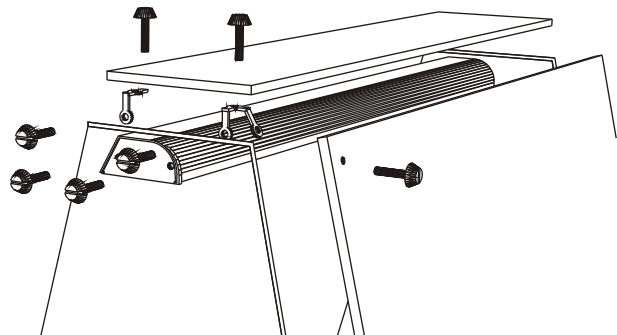

Fig.8
- 3.installer les raccords des glaces latérales (fig.8),
- 5.serrer les vis M6 fixant la glace frontale (fig.8),
- 7.installer la tablette supérieure et serrer les vis de fixation (fig.8),
- installer le corps de la lampe arrière et serrer les vis de fixation (fig.8),